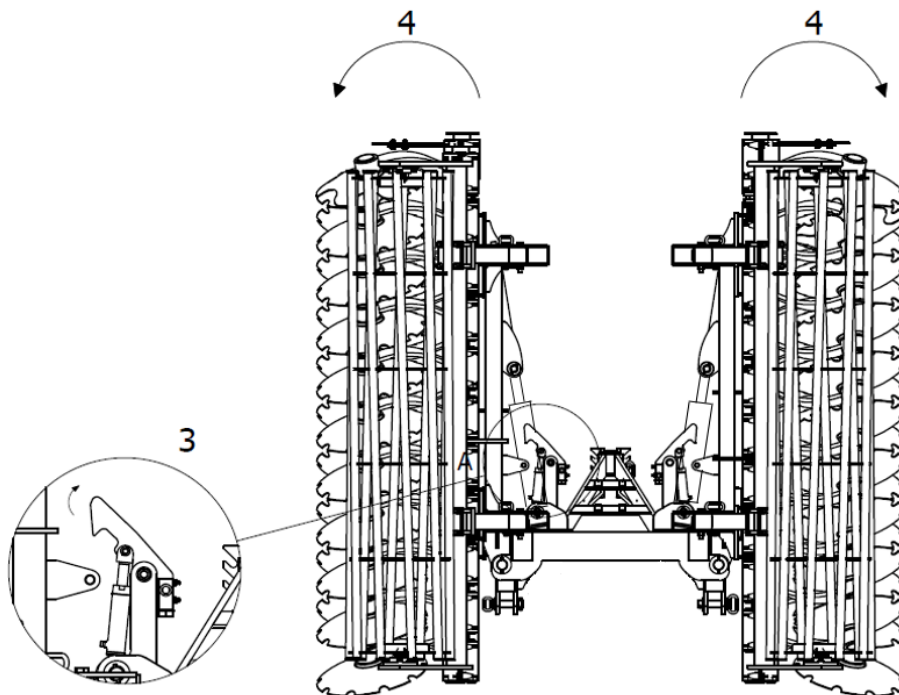

Figure 17 Séquence d'ouverture de la machine (3 - déverrouillage du crochet du système de blocage hydraulique des ailes; 4 - ouverture des ailes de la machine)
3) Débloquer le mécanisme de verrouillage des ailes (fig. 17)